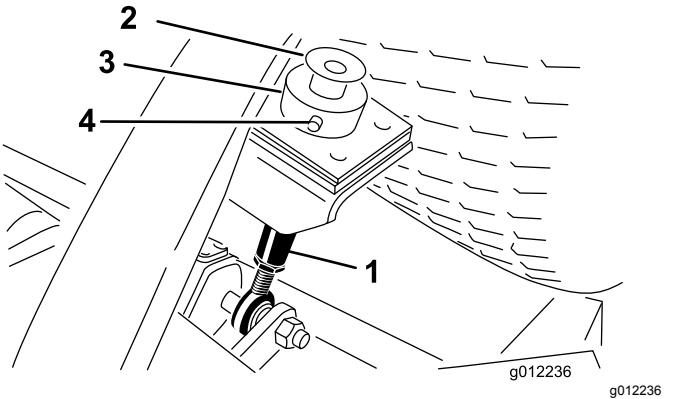

Bild 23
2. Nehmen Sie die Schraube und die Scheibe ab, die oben an jeder Schnitthöhenstange befestigt ist (**Bild 23**).
3. Nehmen Sie den Lastösenbolzen und den Splint ab, mit denen der Schnitthöhenstellring hinten am Mähwerk an der Schnitthöhenstange befestigt ist (**Bild 23**). Nehmen Sie den Schnitthöhenstellring ab.